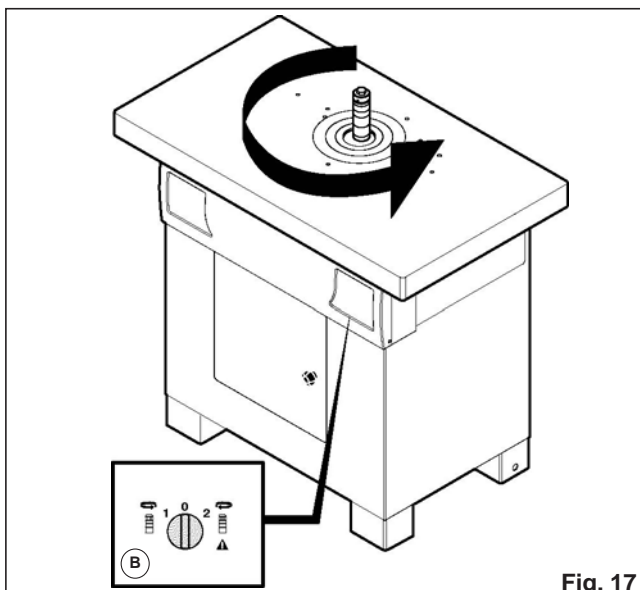

Fig. 17
Felaktig rotation av verktyget orsakar fara för användaren och skada på produkten. Om maskinen är utrustad med reversibel rotationsriktning placerar du väljaren B (Fig. 17) i pos. 1. Starta fräsenheten och kontrollera att skaftet vrids motsols. Om rotationen är felaktig stänger du omedelbart av strömmen och inverterar två av de tre faserna på terminalerna (R-S-T).